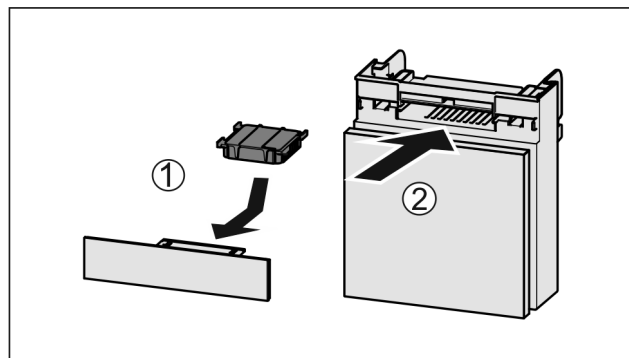

Fig. 133
- Filtr s aktivním uhlím vložte podle vyobrazení Fig. 133 (1).
- Zásuvku zasuněte Fig. 133 (2).